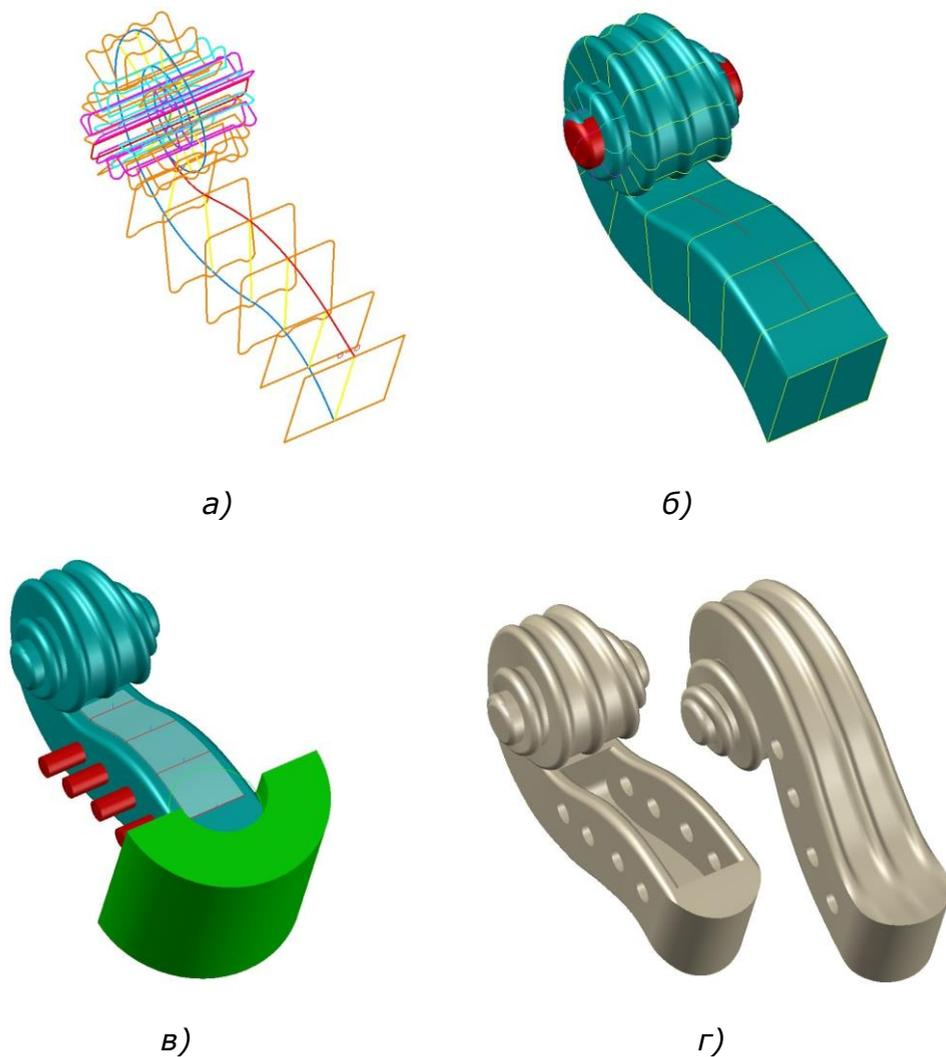

Рис. 3.28. Построение формы колковой коробки.
Построение 3d-тела колковой коробки выполняется в несколько этапов, рис. 3.28.
Выровнять (Align) и устанавливаются в наборе, рис. 3.28.a.
2. Выдавливание по сечениям (лофтинг) и привязка 3d-тела цилиндра **32** к оси завитка объекта, рис.3.28.б.